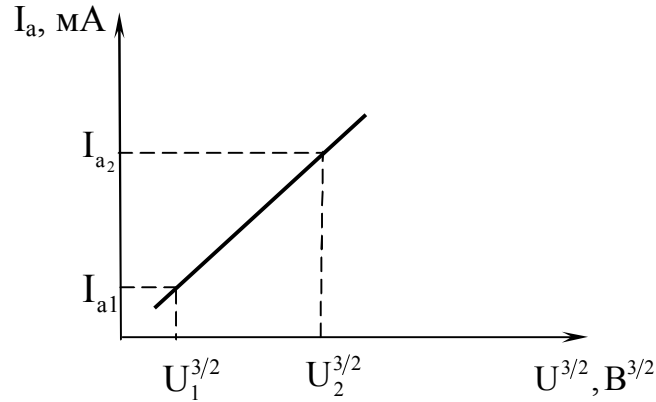

Рис. 1. Вольт-амперная зависимость
В данной работе удельный заряд электрона определяется по методике, которая основана на решении задачи о распределении потенциала и плотности тока в пространстве между двумя цилиндрическими электродами. Из уравнения (1) видно, что график зависимости анодного тока  $I_a$  от напряжения на аноде в степени три вторых  $U_a^{3/2}$  имеет вид прямой линии с угловым коэффициентом  $B$ . Получают график  $I_a = f(U_a^{3/2})$  (рис. 1). Коэффициент  $B_{гр}$  определяют из графика по формуле: